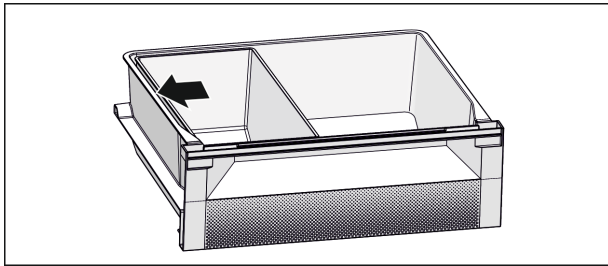

Fig. 7
► 实现最佳冷却功能：按图放置 Fish & Seafood 存放盒（参见 Fig. 7）。